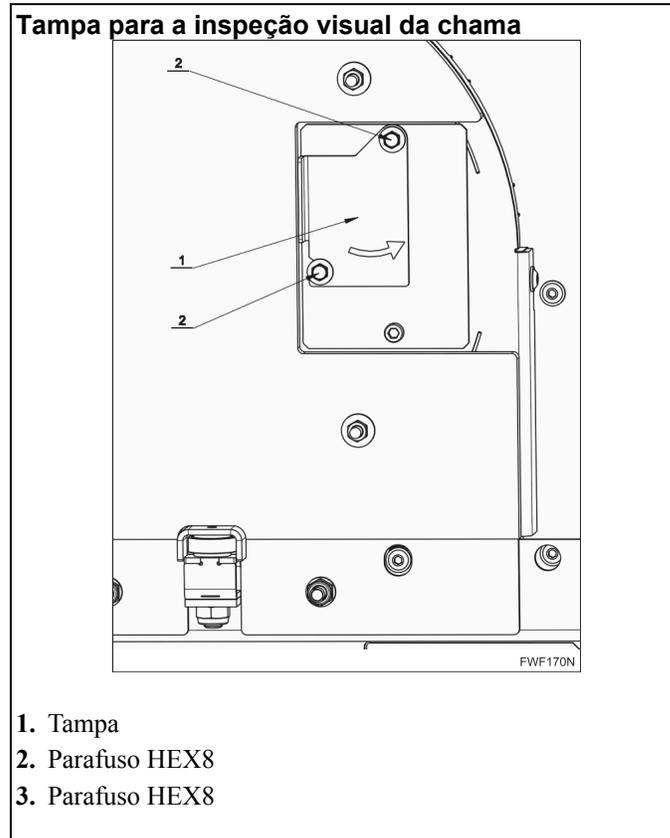
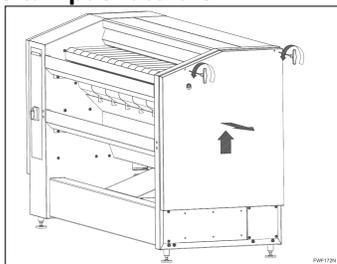

Figura 22
Figura 24
- Na face dianteira direita do aquecedor – (Figura 22) – há uma tampa para uma inspeção visual rápida da chama.
- Após remover a tampa direita (Figura 24) e afrouxar os dois parafusos HEX8 (2), a tampa (1), Figura 22, pode ser inclinada.
- Antes de colocar a máquina em operação, remova ambas as tampas laterais. Consulte a *Figura 24*.